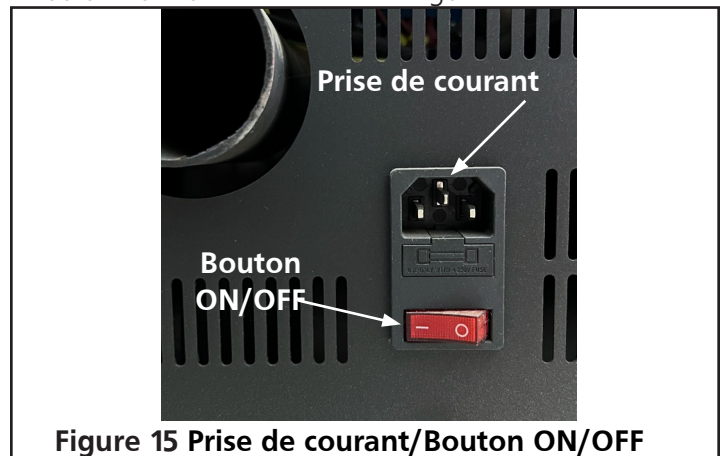

Figure 15 Prise de courant/Bouton ON/OFF
1. Branchez le cordon d'alimentation dans la prise située à l'arrière du poêle et appuyez sur l'interrupteur à bascule rouge MARCHE/ARRÊT situé au-dessus sur MARCHE. Voir Figure 15.